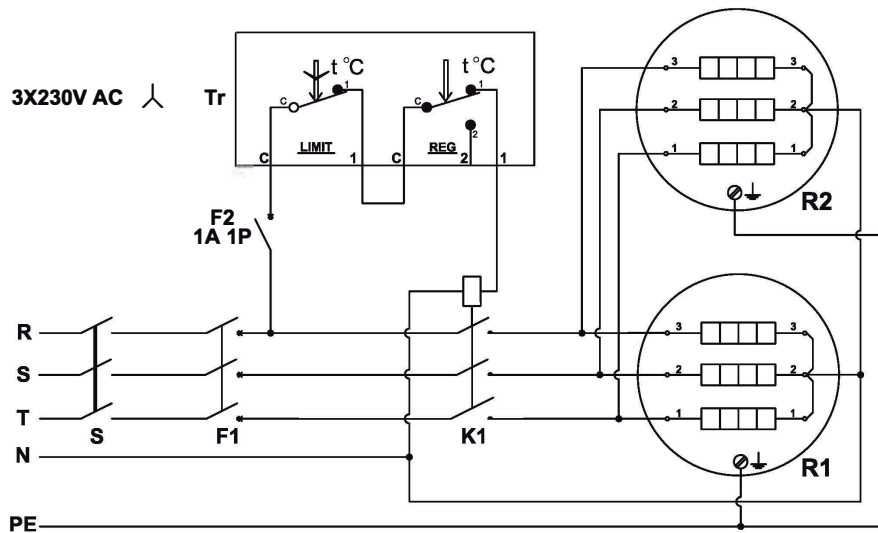

Fig 10
- Трифазна напруга живлення - підключення типу „зірка“ - „зірка“ - Fig.10 при використанні комбінації нагрівачів 3кВт; 4,5 кВт і 6кВт.